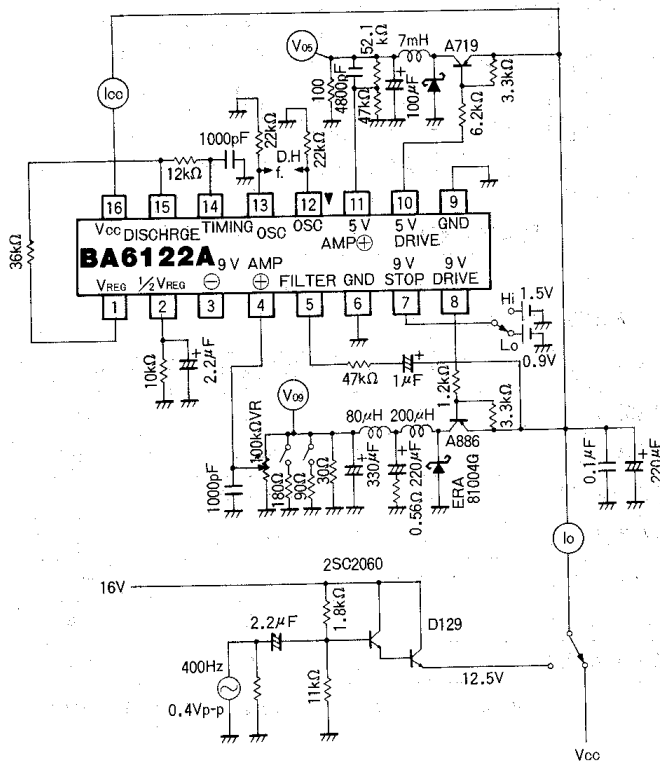

図 3
| 動作電源電圧範囲       | $V_{cc}$                  | 8    | 12   | 16   | V             | —                                                                                                           | 図 3  |
| 無信号時電流         | $I_o$                     | —    | 5.5  | 8.0  | mA            | —                                                                                                           | 図 3  |
| VREG出力電圧       | $V_{REG}$                 | 4.4  | 4.8  | 5.2  | V             | —                                                                                                           | 図 3  |
| VREG入力変動       | $\Delta V_{REG-R}$        | —    | 3    | —    | mV            | $10\text{V} \leq V_{cc} \leq 16\text{V}$                                                                    | 図 3  |
| VREG温度変化       | $\Delta V_{REG}/\Delta T$ | —    | 200  | —    | ppm           | $-10^\circ\text{C} \leq T_a \leq 60^\circ\text{C}$                                                          | 図 3  |
| VREF出力電圧       | $V_{REF}$                 | —    | 2.4  | —    | V             | $R_1=10\text{k}\Omega$                                                                                      | 図 3  |
| VREF入力変動       | $\Delta V_{REF-R}$        | —    | 2    | —    | mV            | $10\text{V} \leq V_{cc} \leq 16\text{V}$                                                                    | 図 3  |
| 発振周波数          | $f$                       | 36   | 41   | 46   | kHz           | $R_A=36\text{k}\Omega, R_B=12\text{k}\Omega, C_T=1000\text{pF}$                                             | 図 3  |
| 発振周波数入力変動      | $\Delta f-R$              | —    | -0.3 | —    | %             | $R_A=36\text{k}\Omega, R_B=12\text{k}\Omega, C_T=1000\text{pF}$$10\text{V} \leq V_{cc} \leq 16\text{V}$ | 図 3  |
| 基準発振出力デューティ(1) | D                         | 14   | 20   | 26   | %             | $R_A=36\text{k}\Omega, R_B=12\text{k}\Omega, C_T=1000\text{pF}$                                             | 図 3  |
| 基準発振出力電圧 (1)   | H                         | 3.7  | —    | —    | V             | $R_A=36\text{k}\Omega, R_B=12\text{k}\Omega, C_T=1000\text{pF}$                                             | 図 3  |
| 基準発振出力デューティ(2) | $\bar{D}$                 | 74   | 80   | 86   | %             | $R_A=36\text{k}\Omega, R_B=12\text{k}\Omega, C_T=1000\text{pF}$                                             | 図 3  |
| 基準発振出力電圧 (2)   | $\bar{H}$                 | 3.7  | —    | —    | V             | $R_A=36\text{k}\Omega, R_B=12\text{k}\Omega, C_T=1000\text{pF}$                                             | 図 3  |
| STOP入力電圧—HI    | $V_H$                     | 1.5  | —    | —    | V             | —                                                                                                           | 図 3  |
| STOP入力電圧—LO    | $V_L$                     | —    | —    | 0.9  | V             | —                                                                                                           | 図 3  |
| STOP入力入力電流     | $I_g$                     | —    | 3    | —    | $\mu\text{A}$ | $V_H=1.5\text{V}$                                                                                           | 図 3  |